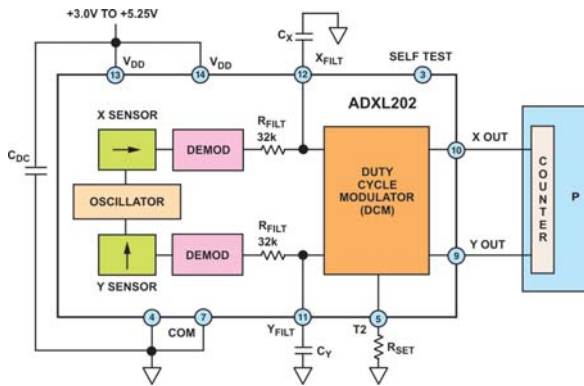

Рис. 3. Структурная схема двухосевого акселерометра ADXL202 (ADXL210, ADXL202E, ADXL210E)
На рис. 3 приведена структурная схема двухканальных акселерометров ADXL202E/210E (ADXL202/210). Акселерометр содержит:
Кроме того, акселерометр содержит цепь самотестирования, управляющий вход которой подсоединен к выводу “Self-Test” (ST). При подключении вывода ST к источнику питания (вывод V_{DD} на рис. 3) на силиконовую пластину внутри ИМС воздействует электростатическое поле, вызывая ее смещение. При этом имитируется воздействие силы инерции или тяготения, эквивалентной примерно 0.8 g , в результате чего на выход акселерометра поступает сигнал, соответствующий величине этого ускорения.